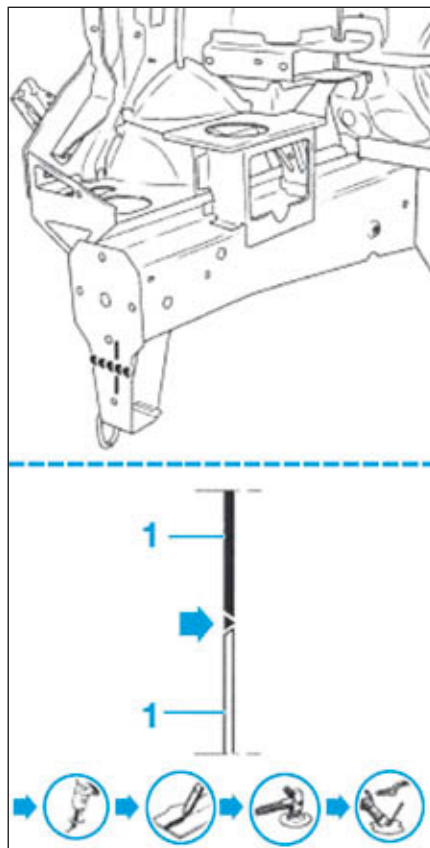

FIG.3
- Tracer puis découper le support de la traverse du radiateur (1) (Fig.3).
- Souder par cordon MAG (Fig.3).